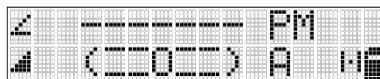

Abb. 20 PlaneMatch-Laseranzeige
- 7.) Der Laser beginnt mit der Suche nach dem Empfänger. der Fernbedienungsanzeige blinkt "PM" und auf der Anzeige des HL760 / CR700 blinkt "-GM-" (siehe Abb. 20 und 21), während der Laser nach dem Empfänger sucht und den Strahl auf die On-Grade-Position einstellt. Wenn der PlaneMatch abgeschlossen ist, zeigt der HL760 / CR700 kehrt zur Standard-Höhenanzeige zurück. Fernsteuerung zeigt den endgültigen Status des Lasers an, der sich nun im einachsigen Neigungsmodus für die Y-Achse befindet. Der Laser zeigt seinen Status durch gleichzeitiges Blinken der roten und grünen LEDs an (einmal pro Sekunde). Die Y-Achse befindet sich im manuellen Modus und die X-Achse im automatischen Modus.